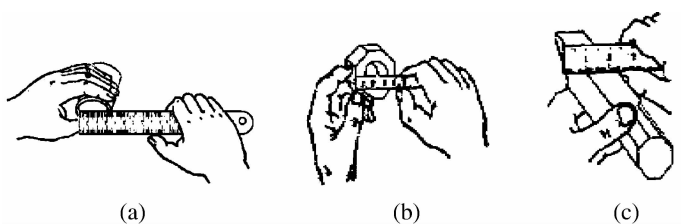

图 3-1 钢直尺
2. 钢直尺(图 3-1)。钢直尺是一种简单的尺寸量具。在尺面上刻有尺寸刻线,最小刻线距为 0.5mm,它的长度规格有 150mm、300mm、1 000mm 等多种。主要用来量取尺寸、测量工件,也可作划直线时的导向工具。